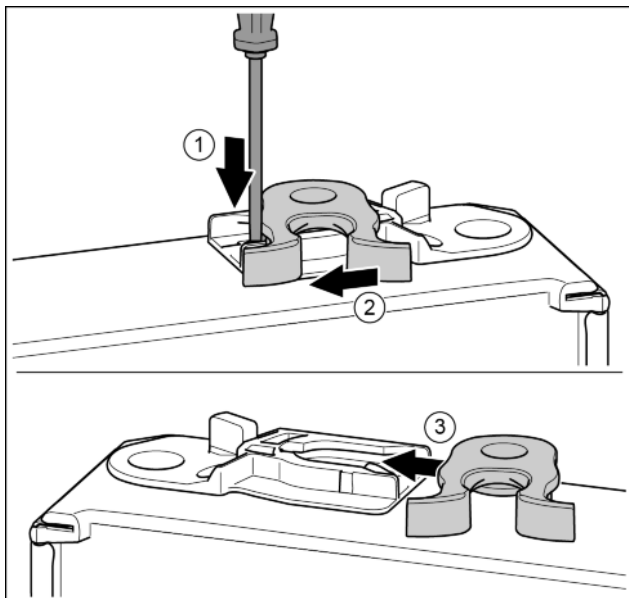

Fig. 19
- ▶ Нажать накладку шлицевой отверткой вниз. Fig. 19 (1)
- ▶ Запорный крючок вывести из направляющей. Fig. 19 (2)
- ▶ Запорный крючок вставить в направляющую с другой стороны. Fig. 19 (3)